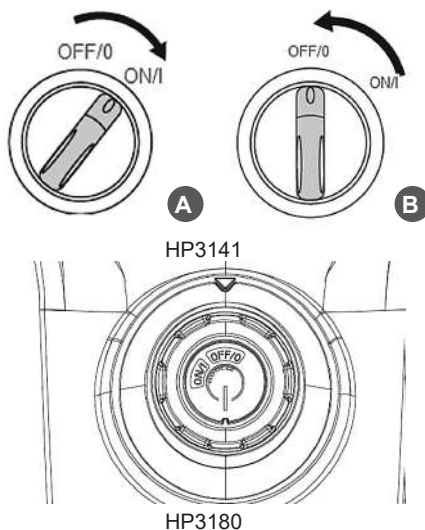

Рис. 9 Включение аппарата
3. Переведите выключатель аппарата в положение «ON/I» (Включено) (Рис. 9А). Электродвигатель включится на короткий промежуток времени и сразу выключится.
Для выключения аппарата переведите выключатель в положение OFF/0 (Выключено) Рис. 9В.
Для перерыва в работе необходимо отпустить рычаг включения пистолета. В случае продолжительных перерывов в работе (более 5 минут) устройство необходимо выключить (Рис. 9В). После 15 минут непрерывной работы делайте перерыв на 15 минут, чтобы устройство остыло.